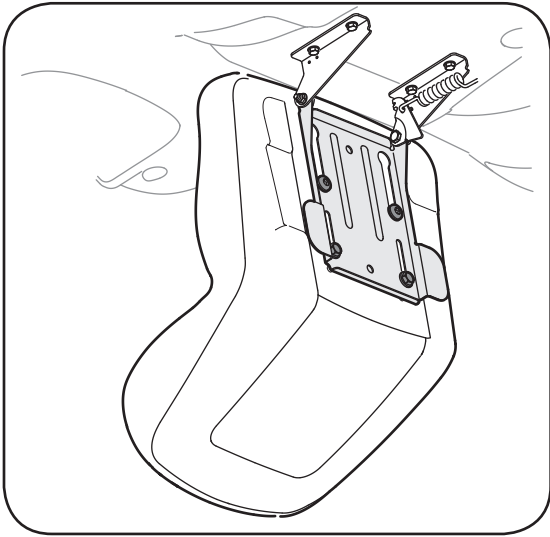

Figure 3-4
1. Placez les vis à épaulement (qui se trouvent sur la base du siège) dans les fentes du support de pivotement du siège. Voir la Figure 3-4.
3. Choisissez la position voulue et maintenez le siège en place avec les deux vis hex. enlevées plus tôt. Voir la Figure 3-4. Ne serrez pas excessivement.
Si le siège de votre tracteur n'a pas été installé à l'usine, consultez les Fig. 3-4, 3-5 et 3-6 pour identifier le modèle de siège fourni avec votre tracteur. Suivez les instructions correspondantes ci-dessous pour l'installer.